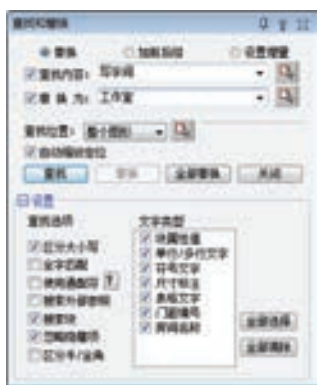

图 8-42 “查找和替换”对话框
2) 输入“CZTH”命令并按〈Enter〉键, 系统弹出“查找和替换”对话框, 选中“查找内容”复选框, 并在其右侧的下拉列表框中选择内容; 或者单击“屏幕取词”按钮 , 在屏幕上拾取文字内容, 设置参数的结果如图 8-42 所示。